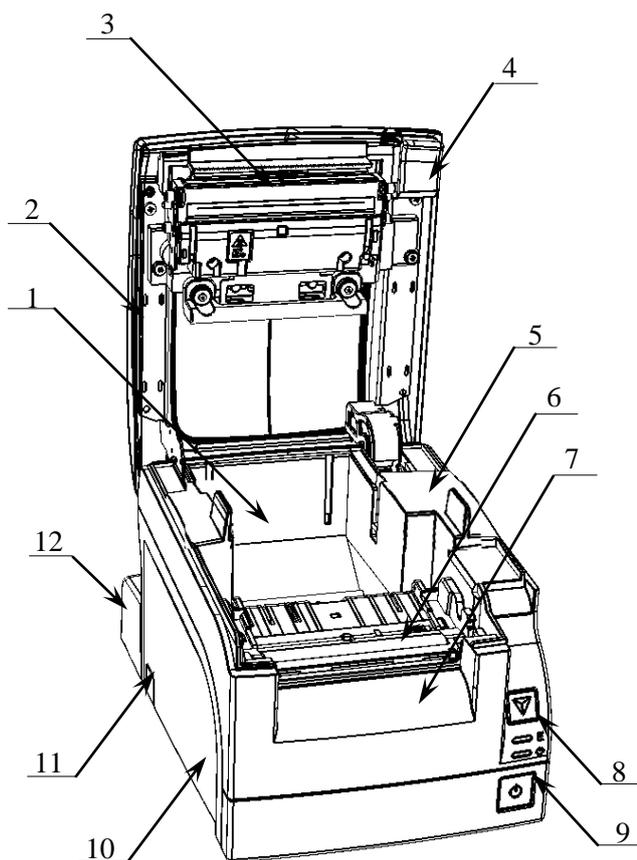

Рисунок 1. Внешний вид изделия.
3. Разъем для подключения блока питания 24 В постоянного тока. Разъем (вилка) блока питания изделия имеет фиксатор, предотвращающий его случайное отсоединение. Перед отключением вилки блока питания отключите питание изделия, нажав на кнопку включения/выключения (смотрите рисунок 1 на странице 7). Затем возьмитесь за корпус вилки и плавно вытяните его из разъема. При этом внешняя часть корпуса вилки сместится относительно внутренней и освободит фиксатор. Только после этого, продолжая аккуратно тянуть, отсоедините вилку блока питания от изделия.